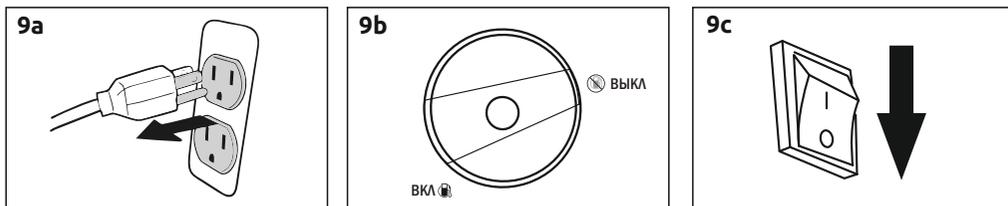

Рисунок 9 – Остановка двигателя
- Отключите приборы от генератора (рис. 9а).
- Для остановки двигателя, переведите тумблер в положение OFF (рис. 9с).